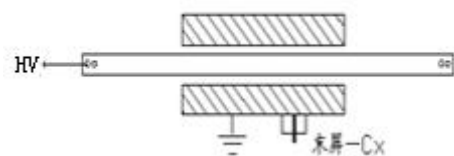

图 6-7 套管正接法
- (1)：正接法、电压为 10KV、解开末屏接地、芯棒对末屏 (常用)、接线见图 6-7